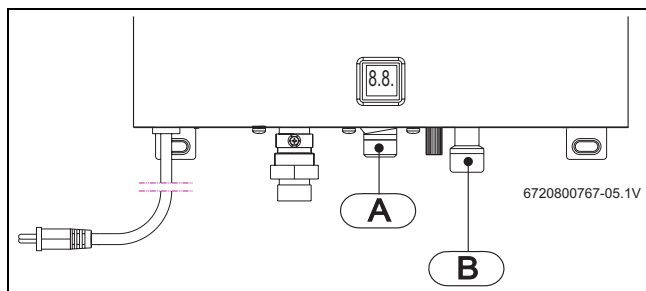

Fig. 13 Ligação da água
- Identificar a tubulação de água fria (→ Fig. 13 , [B]) e de água quente (→ Fig. 13 , [A]) , de forma a evitar uma possível troca.